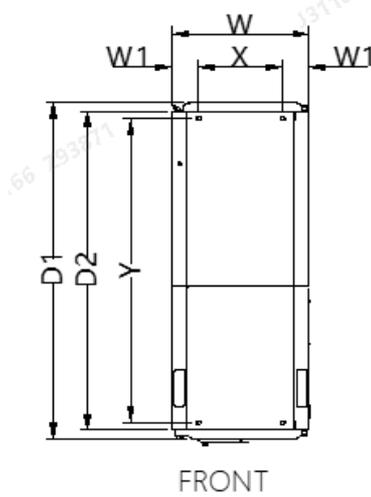
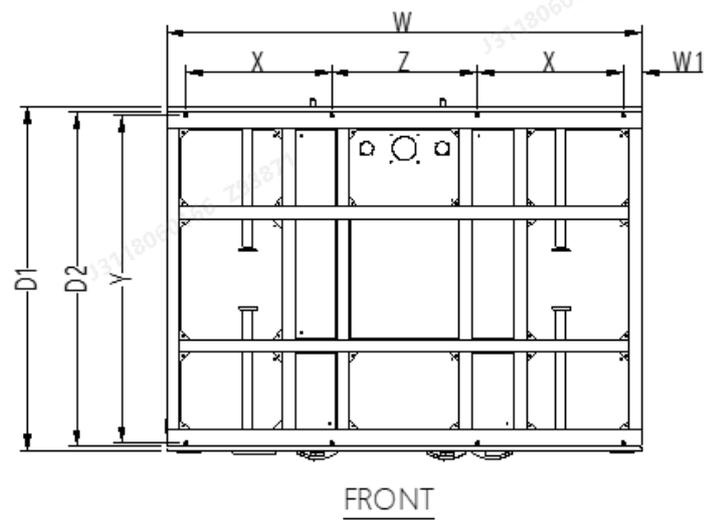
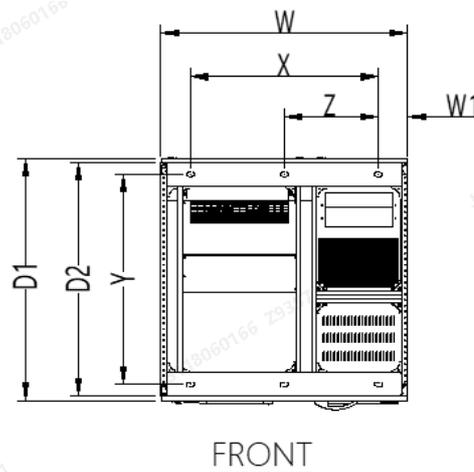

图3-4 中压进线柜底座开孔示意（单位：mm）
图3-5 变压器柜底座开孔示意 (单位: mm)
图3-6 EPK 选件柜底座开孔示意 (单位: mm)
1. 整理安装场地，模组可以直接安装在水泥地面或者刚性支架上，水泥地面或支架要求平整，否则将影响并柜安装。当设备直接安装在水泥地面上时，建议采用膨胀螺钉将设备固定在地面上。当固定在刚性支架上时，刚性支架应能满足承重要求，且提前预留好尺寸满足要求的固定孔。标准方案的中压进线柜底座开孔参见图 3-4，变压器柜底座开孔参见图 3-5，EPK 选件柜图 3-6，详细尺寸数据见表 3-3。